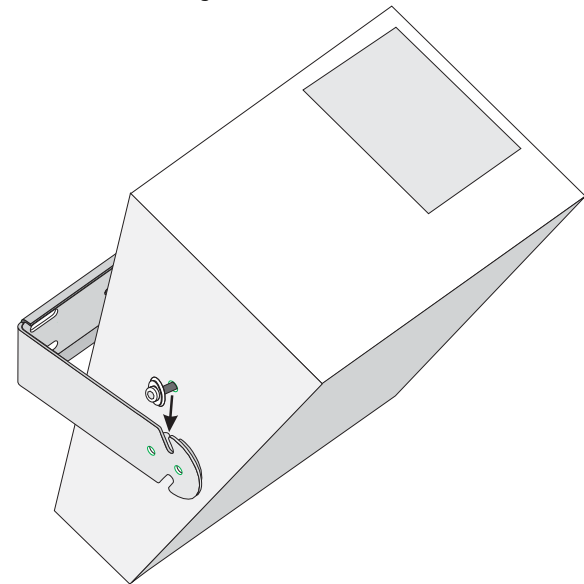

Abbildung 3- Lautsprechermontage bei Verwendung der offenen Schlitze
Schritt 5a. Bei Verwendung der offenen Schlitze die Montageschrauben, Scheiben und Federringe anbringen und die Schrauben ca. zur Hälfte eindrehen. Den Lautsprecher auf die Halterung heben und die Schrauben mit den offenen Schlitzen ausrichten (siehe Abbildung 3); die Schrauben handfest anziehen. Den gewünschten Neigungswinkel des Lautsprechers einstellen und die Schrauben festziehen. Für eine permanentere Montage sollte der Lautsprecher durch die Sicherungsbohrungen befestigt werden.